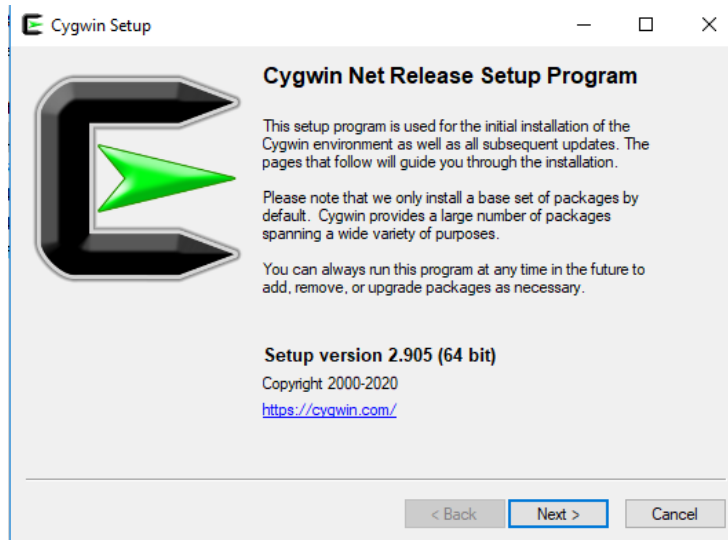
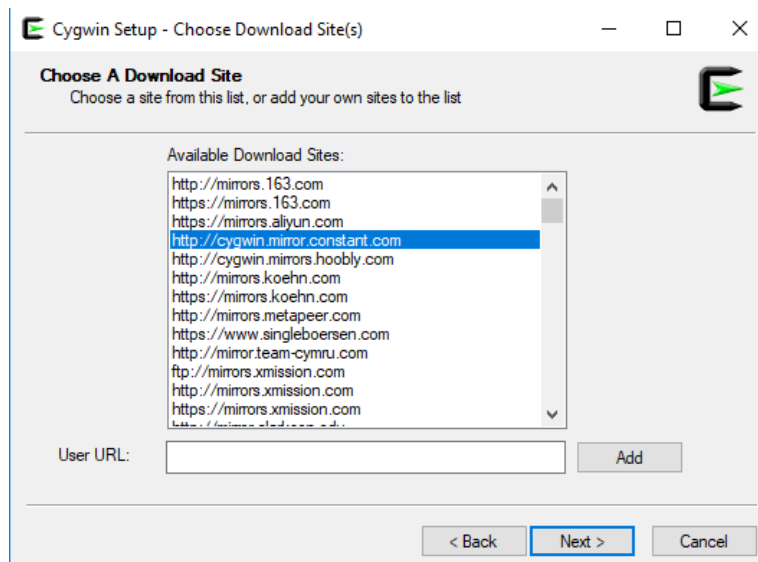

Figura 102. Janela de instalação do Cygwin
Figura 103. Escolher o local de transferência
2. Execute o ficheiro de instalação na sua máquina fazendo duplo clique sobre ele (Figura 102). Clique em **Next** várias vezes, mantendo as opções predefinidas. O instalador pedir-lhe-á para escolher o local de transferência (**Choose a Download Site**) (Figura 103), pode escolher qualquer um deles.